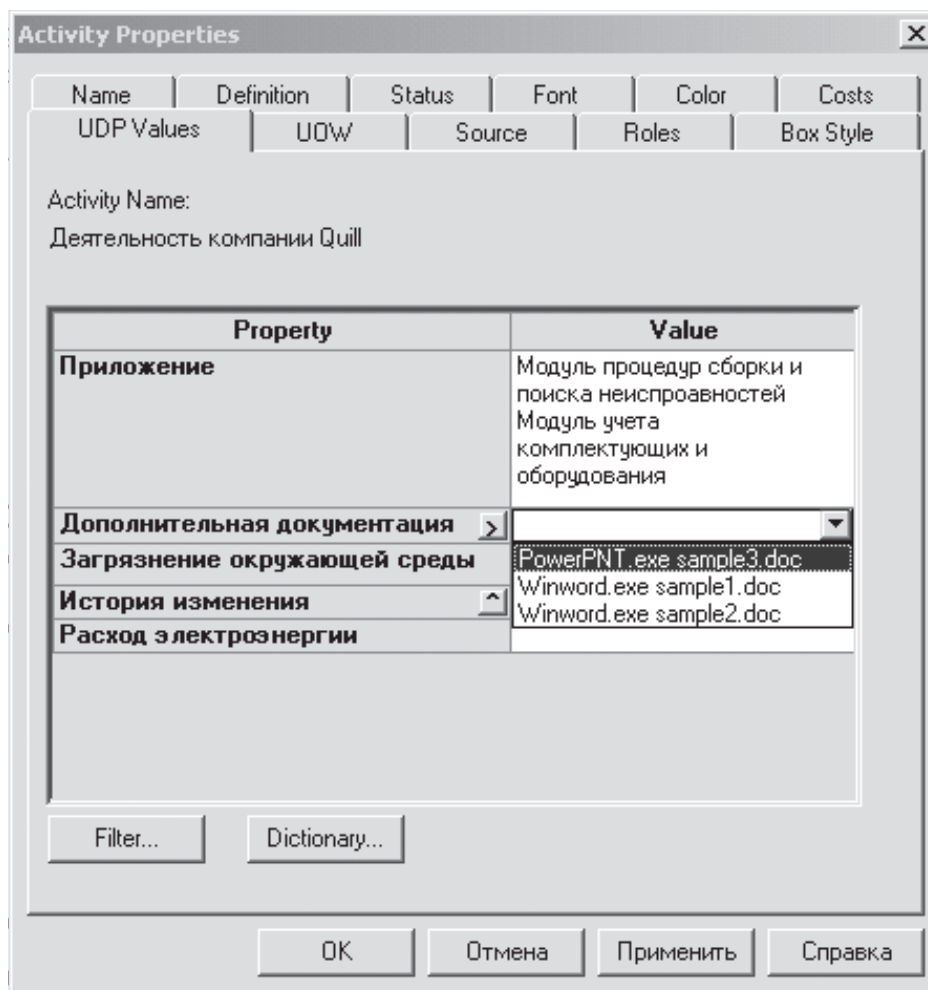

Рис. 10.3. Вкладка UDP Values диалогового окна Activity Properties
4. Для назначения пользовательского критерия оценки (UDP) какой-либо работе следует выделить ее правой кнопкой мыши и выбрать в контекстном меню опцию UDP. Появляется вкладка UDP Values диалогового окна Activity Properties (рис. 10.3).